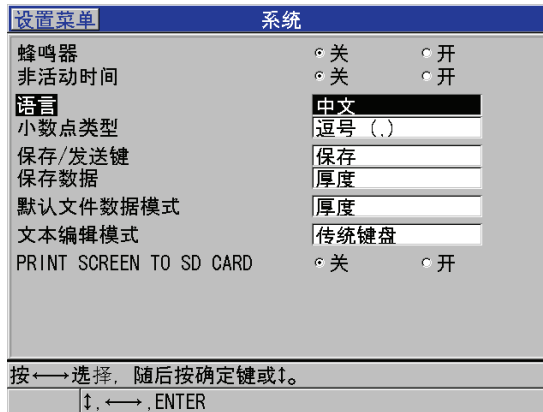

图 4-1 选择用户界面语言
3. 在 **系统** 屏幕中（参见第 44 页的图 4-1）：